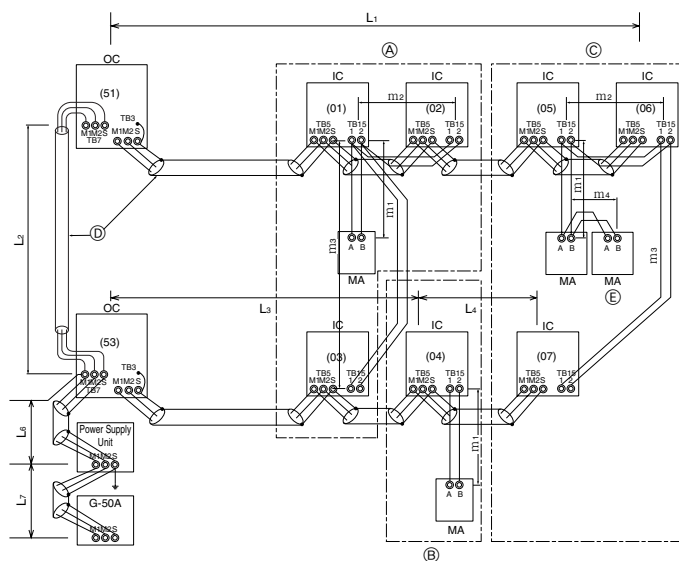

Fig. 6-3
- Контроллер ДУ “MA” (Fig. 6-3)